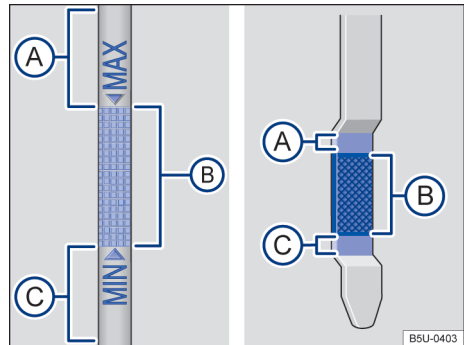

Fig. 128 Vareta de medição do óleo com marcas de nível do óleo do motor.
- Retirar a vareta de medição do óleo do tubo-guia e limpar com um pano limpo → ①.
- Retirar novamente a vareta de medição do óleo e ler o nível do óleo do motor na vareta de medição → Fig. 128 da seguinte maneira:
- Ⓐ: não completar o óleo → ①. Continuar com a etapa 15.
- Verificar novamente o nível do óleo do motor na vareta de medição do óleo antes de reabastecer mais uma pequena quantidade de óleo do motor. Nunca reabastecer com óleo do motor em excesso → ①.
- No final do processo de abastecimento do óleo, o nível do óleo do motor deve estar, ao menos, no meio da área → Fig. 128 Ⓑ, mas jamais acima da área Ⓐ → ①.
- Não ligar o motor se o nível do óleo do motor estiver acima da área → Fig. 128 Ⓐ. Procurar auxílio técnico especializado. Caso contrário, o catalisador e o motor podem ser danificados!
O nível do óleo do motor não deve em nenhuma hipótese ultrapassar a área → Fig. 128 (A). Com o nível acima dessa área, o óleo pode ser aspirado pela ventilação do cárter, sendo lançado na atmosfera pelo sistema de escape. Além disso, o óleo pode ser queimado dentro do catalisador, danificando-o.
Em caso de alta demanda do motor, o nível do óleo do motor deve estar o mais próximo possível da área → Fig. 128 (A) – sem ultrapassar, como, por exemplo, em longas conduções em estrada durante o verão ou durante travessias de montanhas.